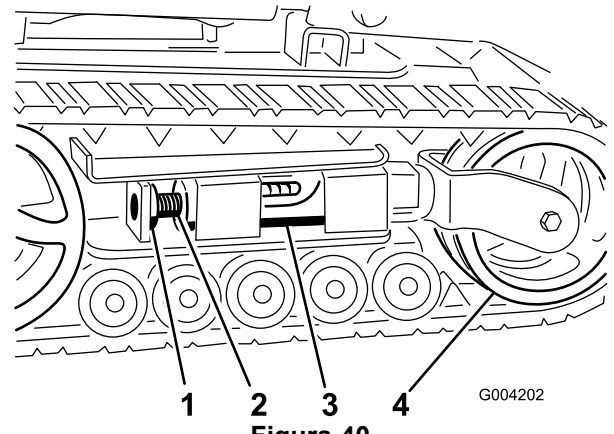
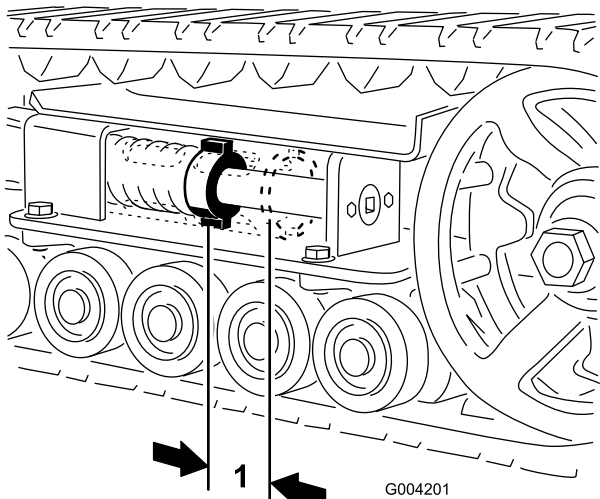
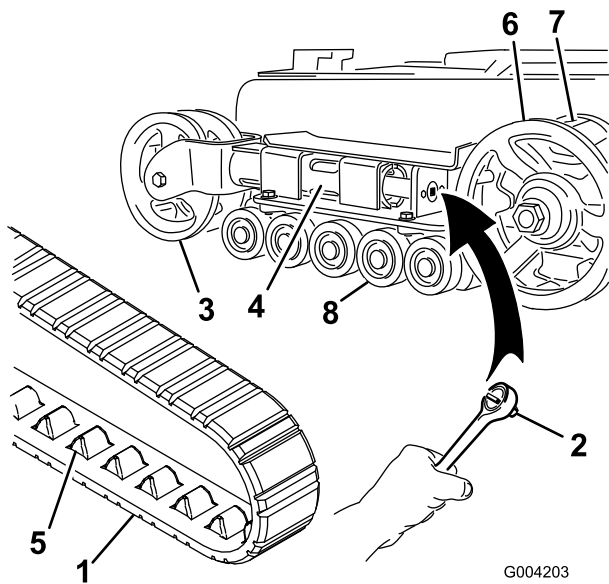
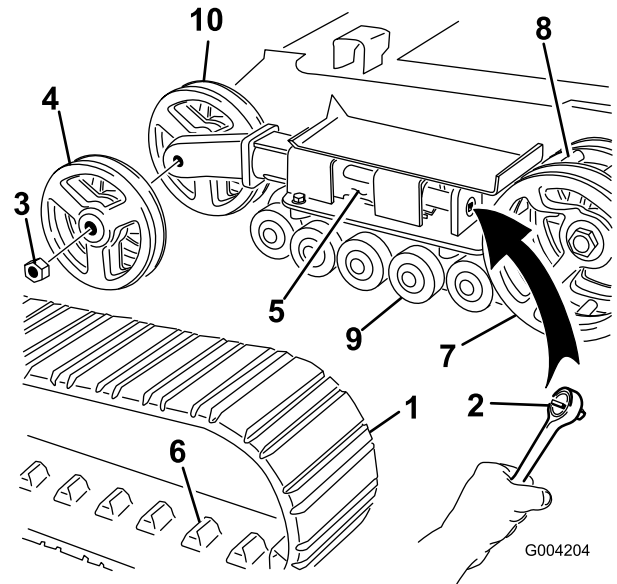

Figura 40
Figura 39
Figura 41
Figura 42
Debe haber una holgura de 7 cm (2-3/4 pulg.) entre la tuerca tensora y la parte de atrás del tubo tensor (Figura 39). Si no es así, ajuste la tensión de las orugas usando el procedimiento siguiente:
3. Retire el perno de bloqueo y la tuerca (Figura 40).
4. Usando una llave de 1/2 pulgada (Figura 41), gire el tornillo tensor en el sentido contrario a las agujas del reloj hasta que la distancia entre la tuerca tensora y la parte de atrás del tubo tensor (Figura 39) sea de 7 cm (2-3/4 pulg.).
5. Alinee la muesca más próxima del tornillo tensor con el taladro del perno de bloqueo, y fije el tornillo con el perno de bloqueo y la tuerca (Figura 40).
4. Usando una llave de 1/2 pulgada, alivie la tensión en la oruga girando el tornillo tensor en el sentido de las agujas del reloj (Figura 40 y Figura 41).
4. Usando una llave de 1/2 pulgada, alivie la tensión en la oruga girando el tornillo tensor en el sentido de las agujas del reloj (Figura 40 y Figura 42).
5. Empuje la rueda tensora hacia la parte de atrás de la unidad de tracción para mover el tubo de horquilla contra el bastidor (Figura 41). (Si no toca el bastidor, siga girando el tornillo tensor hasta que lo toque.)
7. Cuando haya retirado la oruga de la rueda tensora, retírela de la rueda motriz y de las ruedas de rodaje (Figura 41).
8. Empezando en la rueda motriz, pase la oruga nueva alrededor de dicha rueda, asegurándose de que los dientes de la oruga encajen entre los espaciadores de la rueda (Figura 41).
9. Empuje la oruga por debajo de y entre las ruedas de rodaje (Figura 41).
11. Gire el tornillo tensor en el sentido contrario a las agujas del reloj hasta que la distancia entre la tuerca tensora y la parte de atrás del tubo de horquilla (Figura 39) sea de 7 cm (2-3/4 pulg.).
5. Empuje la rueda tensora hacia la parte de atrás de la unidad de tracción para mover el tubo tensor contra el bastidor (Figura 42). (Si no toca el bastidor, siga girando el tornillo tensor hasta que lo toque.)
6. Retire la tuerca que fija la rueda tensora exterior y retire la rueda (Figura 42).
7. Retire la oruga (Figura 42).
8. Retire la tuerca que fija la rueda tensora interior y retire la rueda (Figura 42).
12. Instale la rueda tensora interior y fíjela con la tuerca que retiró anteriormente (Figura 42).
14. Instale la oruga nueva, asegurándose de que los dientes de la oruga encajen entre los espaciadores de la rueda motriz (Figura 42).
15. Instale la rueda tensora exterior y fíjela con la tuerca que retiró anteriormente (Figura 42).
17. Gire el tornillo tensor en el sentido contrario a las agujas del reloj hasta que la distancia entre la tuerca tensora y la parte de atrás del tubo tensor (Figura 39) sea de 7 cm (2-3/4 pulg.).